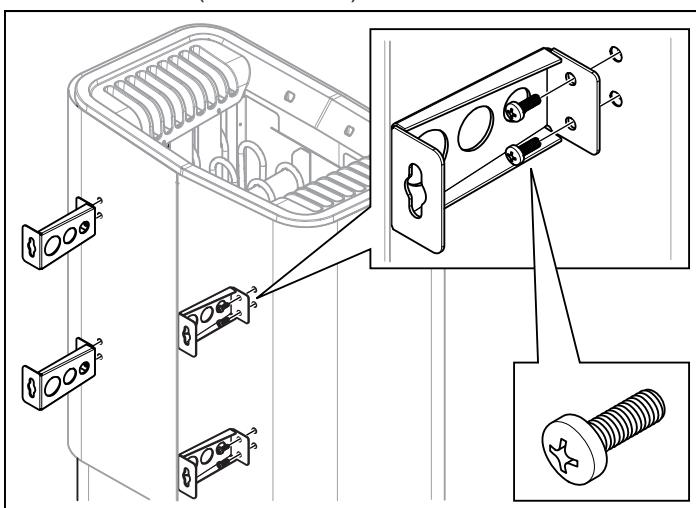

Abbildung 10: Montage der Halterungen an der Heizung
8. Lösen Sie die ersten beiden Schrauben auf der Rückseite der Heizung und schrauben Sie eine der vier Halterungen daran fest. Wiederholen Sie den Vorgang, bis alle Halterungen montiert sind (siehe Abb. 10).